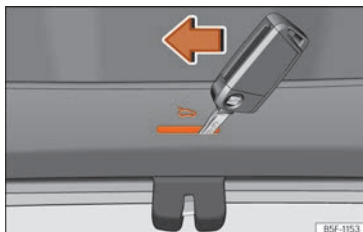

Fig. 106 Detalle del maletero: desbloqueo de emergencia (modelo Leon).
- Introduzca el espadín de la llave en la ranura y desplace la llave en el sentido de la flecha hasta que la cerradura se desbloquee »» fig. 106.